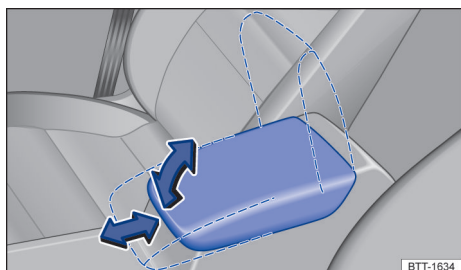

Fig. 81 Descansa-braço central dianteiro.
- Para **levantar**, puxar o descansa-braço central gradativamente para cima no sentido da seta → Fig. 81.
- Para **ajustar longitudinalmente**: deslocar o descansa-braço central totalmente para frente → Fig. 81 ou totalmente para trás.